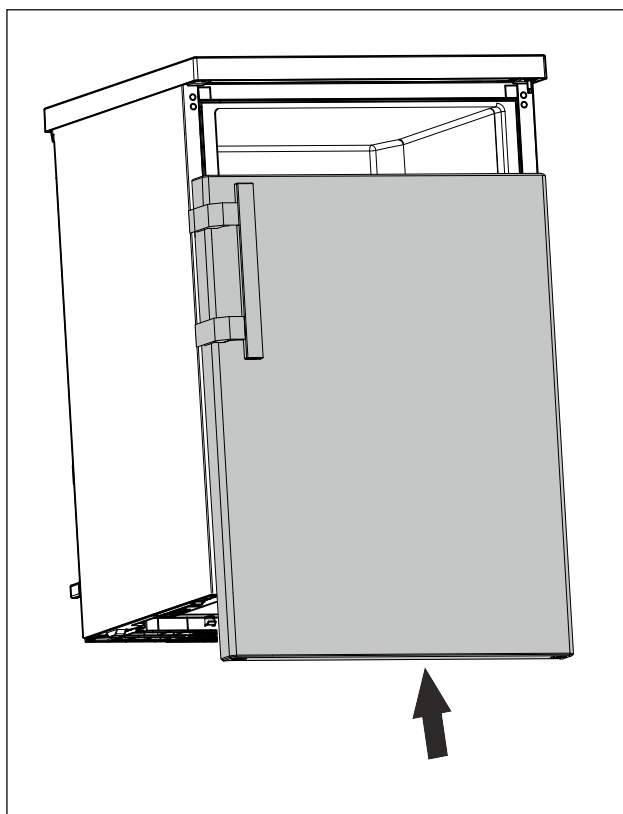

Fig. 15
- ▶ Zamknięte drzwi nasunąć na górny sworznień. (patrz Fig. 15)